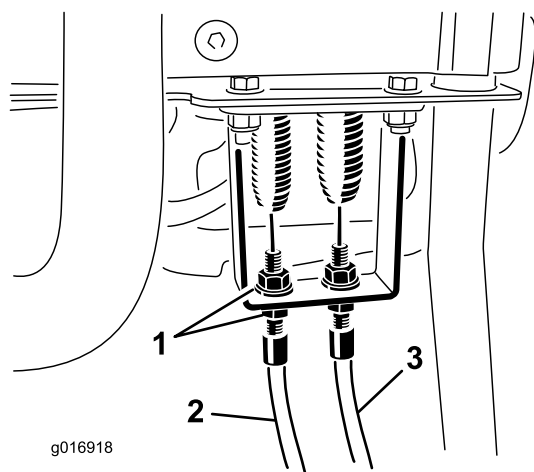

Рисунок 45
2. Проверьте наличие слабину в тросе управления тягой у пружины растяжения (Рисунок 45).
9. Во время регулировки троса у переходника панели управления отрегулируйте зажимные гайки троса так, чтобы устранить всю слабину троса, не растягивая пружину (Рисунок 45).
3. На переходнике рукоятки управления ослабляйте трос управления барабаном, пока на нем не появится слабина (Рисунок 45).